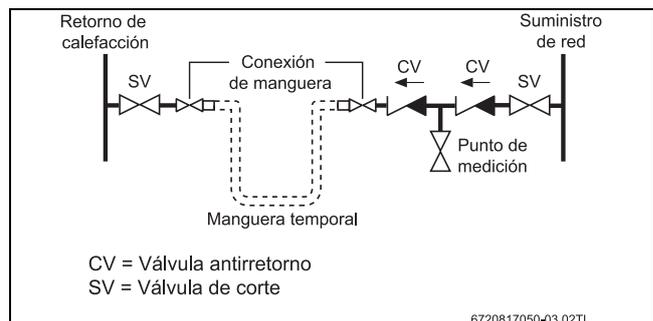

Fig. 4 Llenado del sistema
- El circuito primario debe llenarse, utilizando un bucle de llenado o cumpliendo con la fig. 4 para el llenado del sistema.
- En caso de que el volumen del sistema sea mayor a 100 litros o exceda los 2,65 bar de presión máxima de calefacción, se deberá colocar un vaso de expansión adicional (2) lo más cercano posible al aparato en el retorno de la calefacción.
- Aplicar presión al vaso de expansión extra (2) según la misma fig. como en el vaso de expansión montado en la caldera (aproximadamente 0,75 bar).